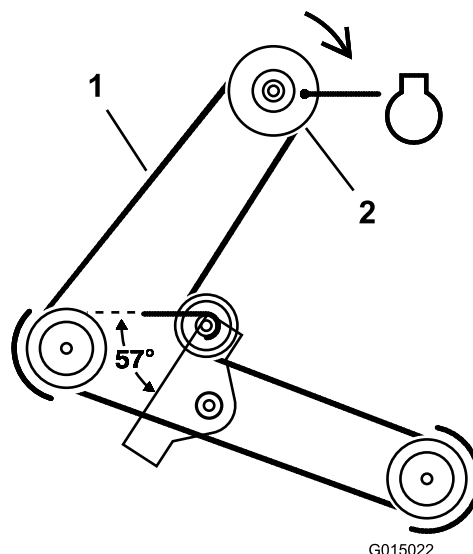

Figura 35
- Togliete la cinghia del tosaerba dalla puleggia della frizione elettrica (Figura 35).
5. Montate la cinghia del tosaerba sulla puleggia della frizione elettrica (Figura 35).